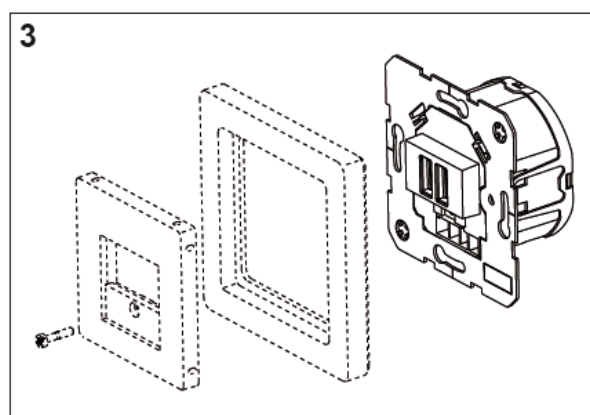

Рис. 3
- После установки розетки (Арт.№ 2600 ...) установите поверх неё рамку и центральную панель ТАЕ (см. аксессуары) (рис.3), или